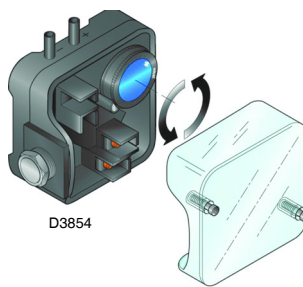

Fig. 25
- Regolare il pressostato aria (Fig. 25) all'inizio scala.